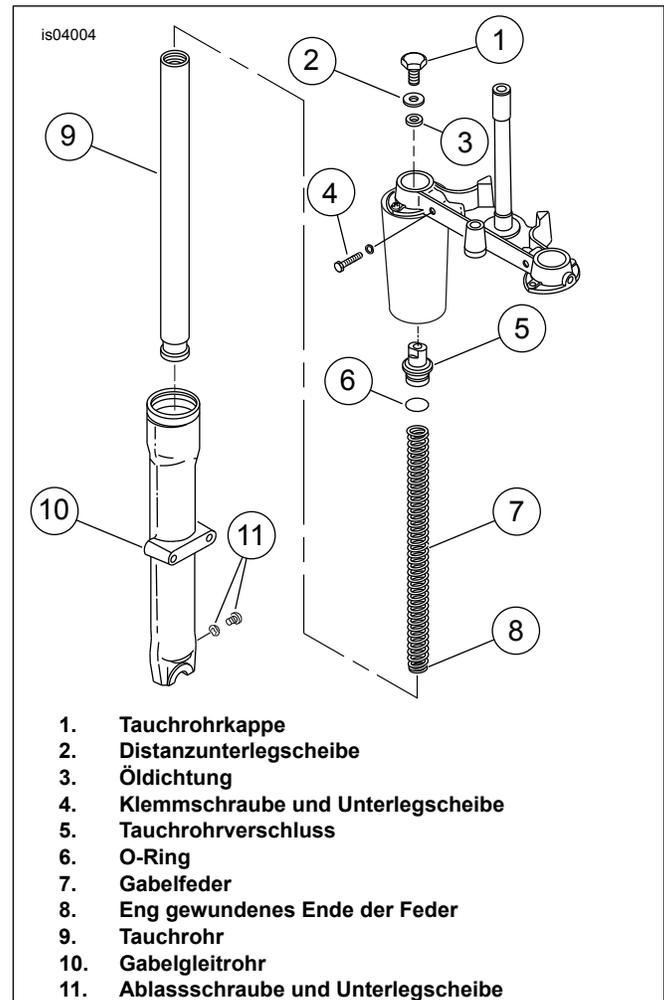

Abbildung 1. Vorderradgabel
4. Siehe Abbildung 1. Die Tauchrohrkappe (1), die Distanzscheibe (2) und die Öldichtung (3) vom oberen Ende einer Gabelseite entfernen. Die Kappe und die Distanzscheibe aufbewahren. Die Öldichtung kann entsorgt werden.
5. Die Klemmschraube (4) lösen, und die Gabelseite von den Halterungen ziehen.
7. Siehe Abbildung 1. Tauchrohrverschluss (5) und O-Ring (6) entfernen. Die Feder (7) aus dem Tauchrohr (9) ziehen. Die Ablassschraube und Unterlegscheibe (11) entfernen und das Öl aus der Gabel ablassen. Die Ablassschraube und Unterlegscheibe einbauen und auf ein Drehmoment von 5,9–8,9 N·m (52–78 in-lb) anziehen.